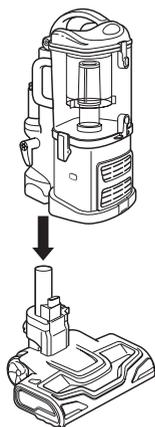

Fig. 8
- 2 Alignez le tube de la buse à plancher avec le tube du corps de l'aspirateur *Lift-AwayMC* en les enfonceant l'un dans l'autre jusqu'à ce que les deux pièces s'enclenchent. (Fig. 8)